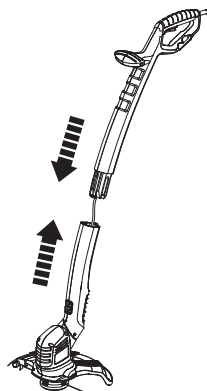

Fig. 1
> Alinhe o eixo superior (10) e inferior (9) e ligue-os. Certifique-se de que encaixam corretamente (Fig. 1).